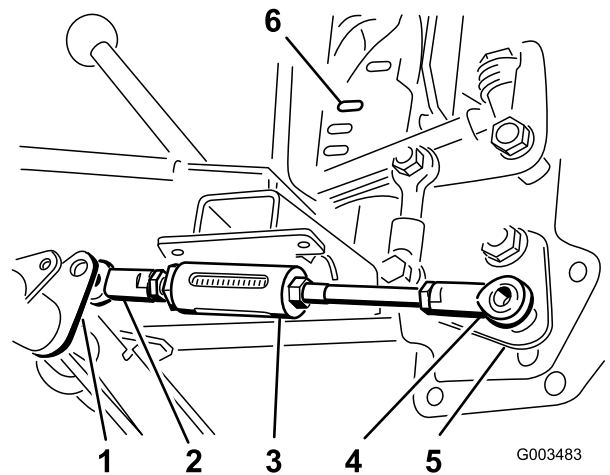

Figura 7
1. Poziionai articulaia sferică a capătului scurt al ansamblului tijei reglabile în dreapta pârghiei tijei reglabile pe tubul pivotant (Figura 7).
3. Aezai articulaia sferică pe capătul lung al ansamblului tijei reglabile peste tiftul din partea inferioară a ansamblului mânerului de ridicare i fixai-l uor cu o contrapiuliă ($\frac{1}{2}$ ") (Figura 7).